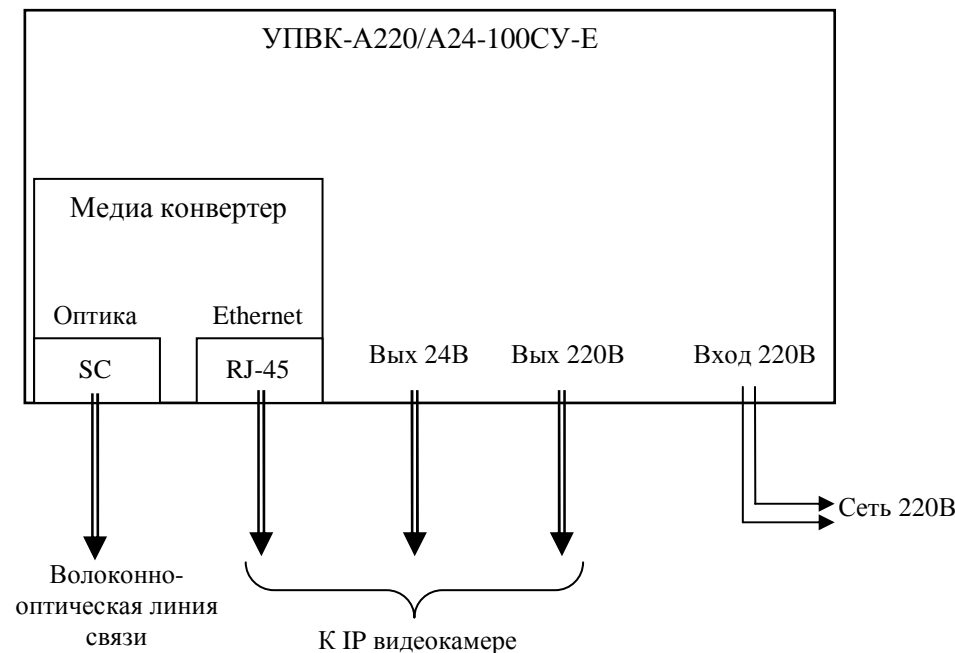

Рисунок 4.2 Схема подключения УПВК
5) Монтаж жгутов вести через гермовводы. Схема подключения УПВК приведена на рис.4.2.